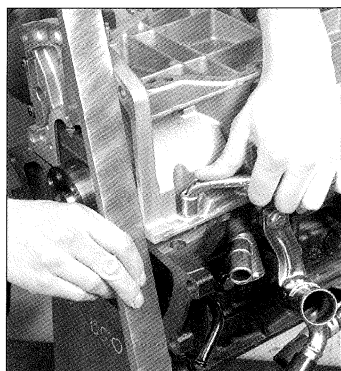
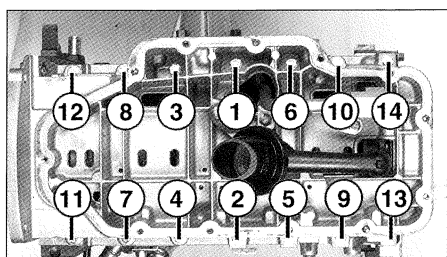

FIG. 49
FIG. 50
• Montar el cárter intermedio con una junta nueva, centrando este último en el cárter y alineando el cárter con relación al bloque motor (fig. 49). Apretar los tornillos de fijación al par prescrito y en el orden indicado (fig. 50).